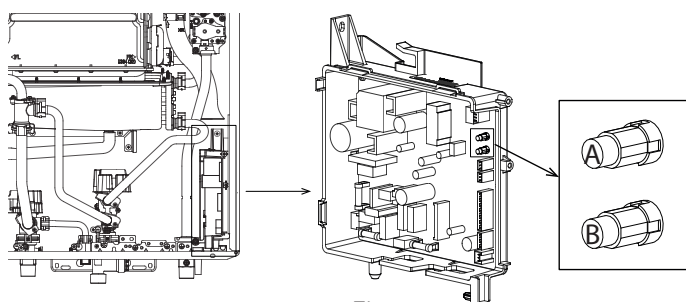

Fig. 1
3. Premere il tasto A per 1 secondo (Fig. 1).